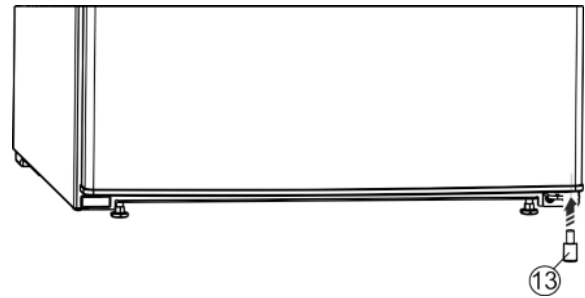

Fig. 10
- ▶ Снова вставьте в дверь распорную деталь Fig. 10 (13) справа внизу – это важно для обеспечения устойчивости устройства.